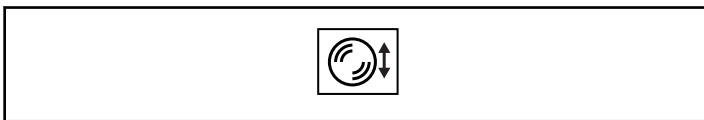
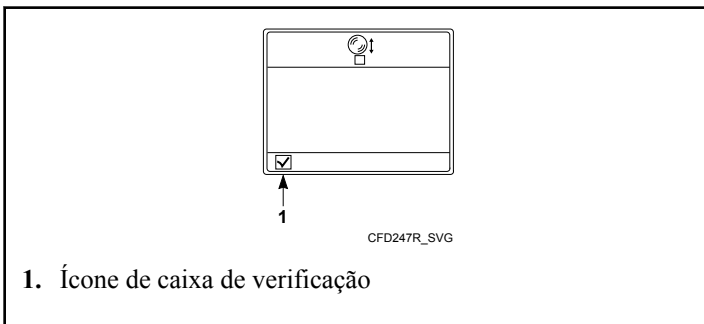
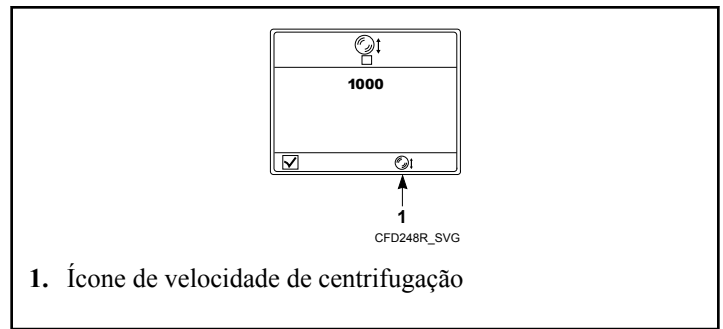

Figura 23
Figura 24
Figura 25
1. Aperte a tecla debaixo do ícone Mudar velocidade de centrifugação. Consulte a *Figura 23*. Aparece a tela Mudar velocidade de centrifugação. Consulte a *Figura 24*.
2. Aperte a tecla debaixo do ícone de caixa de verificação. Consulte a *Figura 24*. Aparece o ícone de velocidade de centrifugação. Consulte a *Figura 25*.
3. Aperte a tecla debaixo do ícone de velocidade de centrifugação. Consulte a *Figura 25*. Agora pode-se modificar a velocidade de centrifugação.